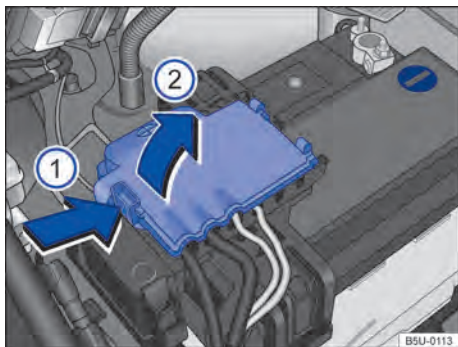

Fig. 176 Compartimento do motor: acesso ao terminal positivo da bateria.
- Abrir a cobertura do polo positivo. Para abrir pressionar a trava no sentido da seta → Fig. 176 ①, rebater a cobertura para o lado no sentido da seta ②.